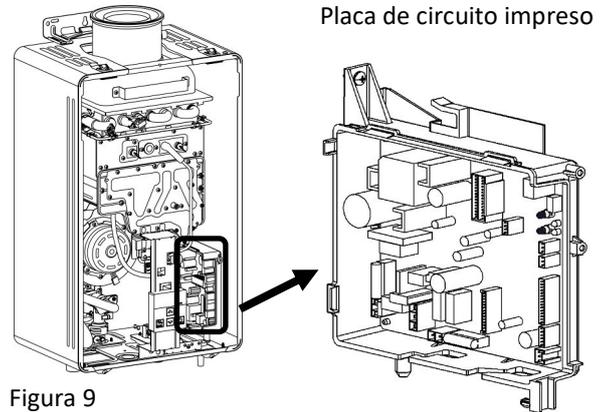

Figura 9
3. Localice la placa de circuito impreso en la esquina inferior derecha del calentador de agua (Figura 9).